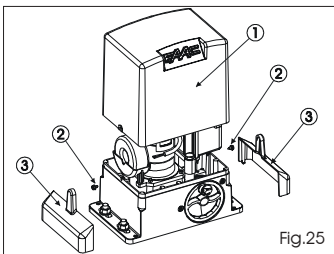
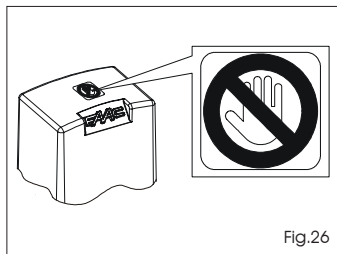

Fig.25
Fig.26
Na de installatie van de aandrijving moet de werking van alle aangesloten accessoires en veiligheidsvoorzieningen nauwkeurig worden getest. Breng de kaartsteun terug in de oorspronkelijke positie. Breng de beschermkap aan, Fig. 25, ref. 1, en span de twee bijgeleverde schroeven aan de zijpanelen, (Fig.25, ref. 2) en druk de zijpanelen vast (Fig. 25, ref. 3). Breng de sticker met het gevaarsymbool aan op de bovenkant van de kap (Fig. 26). Geef de klant de "Handleiding voor de gebruiker", leg uit hoe de motorvertraging goed kan werken en correct gebruikt wordt, en wijs op de gebieden van het automatische systeem waar mogelijk gevaar heerst.